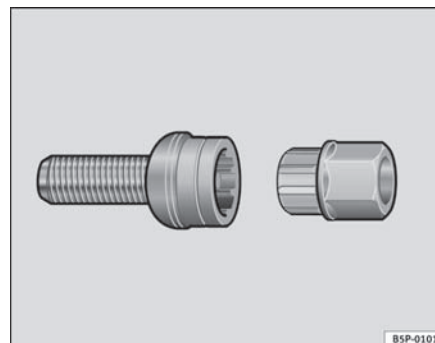

Fig. 137 Tornillo anti-robbo de la rueda
- Coloque el adaptador hasta el tope en el tornillo antirrobo de la rueda ⇒ **página 214, fig. 137.**